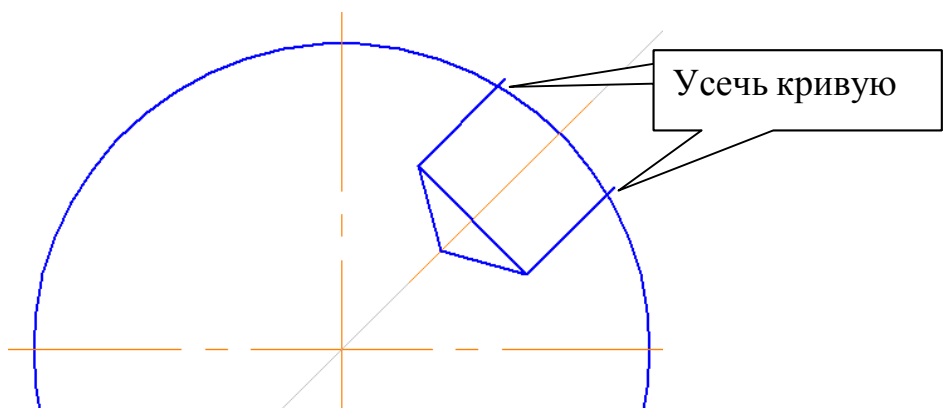

Рис. 15
10. Для выполнения разреза В-В сделайте активным **Вид 1**, в проекционной связи постройте окружность $\varnothing 40$, из центра окружности постройте прямую под углом 45° командой **Вспомогательная прямая**  рис. 15.
Вставьте в чертеж, рис. 15. Командой **Усечь кривую**  удалите лишние линии.